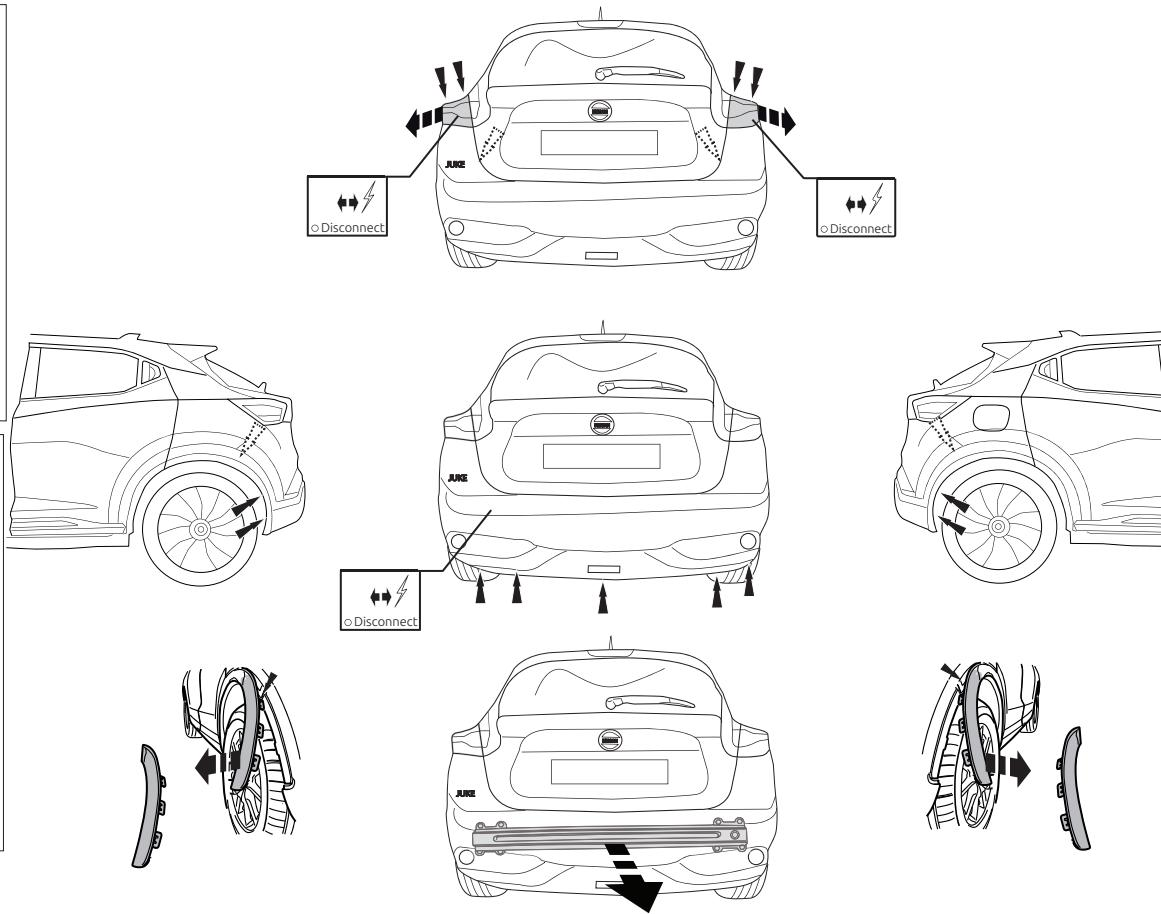

Fig. 1
- Снять оба блока задних фар. Снять бампер вместе со буферным бруском автомобиля. Буферный брус больше не понадобится. Поставить болты на место. См. рисунок 1.